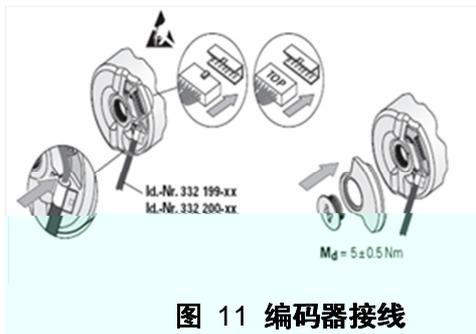

图 11 编码器接线
- 按照 (P7 图 11) 所示方法安装编码器线，并装上编码器后盖，最后用螺丝刀将盖板的螺栓拧紧（注意：屏蔽线的铁环要装进盖板的凹槽处），请勿直接用手接触插头管脚，将电缆插头小心插入编码器 PCB 插座，避免出现插歪，松动和压弯针脚的情况。（注意：拔出 PCB 电缆时，注意手持塑料插头部分，不得直接拉电缆细线）